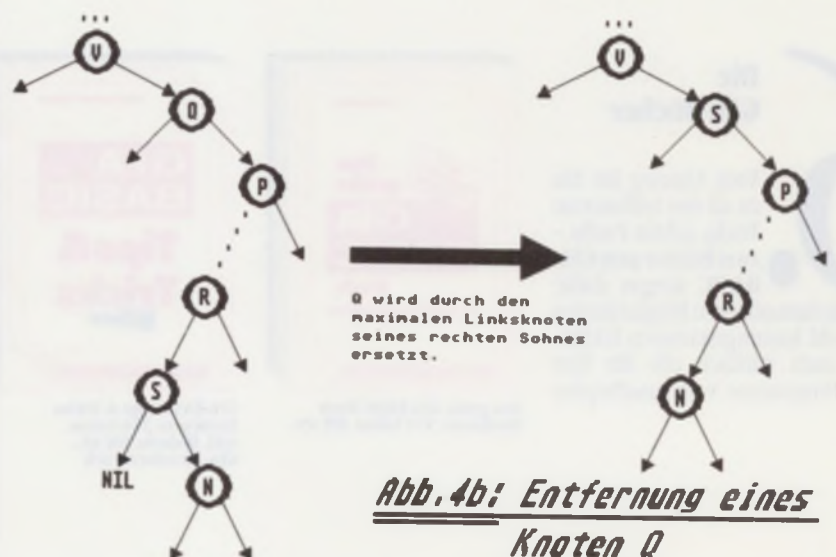

Abb.4b: Entfernung eines Knotens Q
3.3 Der letzte und (all)gemeinste Fall, das Herausnehmen eines Knotens **Q** mit zwei Nachfolgern $\neq \text{nil}$, ist ungleich komplizierter. Deshalb betrachten Sie bitte zunächst Abb.4b. **Q** stellt den Knoten dar, der herausgenommen werden soll. In diesem Fall ist **Q** durch den maximalen Linksnachfolger (**S**) seines rechten Sohnes (**P**) zu ersetzen.